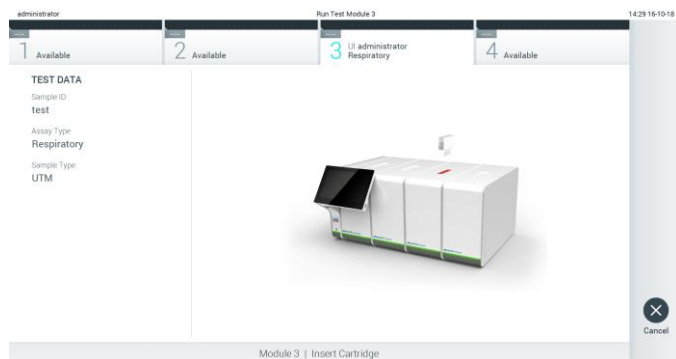

Figura 27. Introducerea cartușului de test QIAstat-Dx în QIAstat-Dx Analyzer 1.0.
7. Asigurați-vă că ambele capace ale probelor aferente orificiului pentru tampoane și orificiului principal din cartușul de test QIAstat-Dx sunt bine închise. Atunci când se deschide automat orificiul de introducere a cartușului, din partea de sus a QIAstat-Dx Analyzer 1.0, introduceți cartușul de test QIAstat-Dx cu codul de bare îndreptat către stânga și cu camerele de reacție orientate în jos (Figura 27).